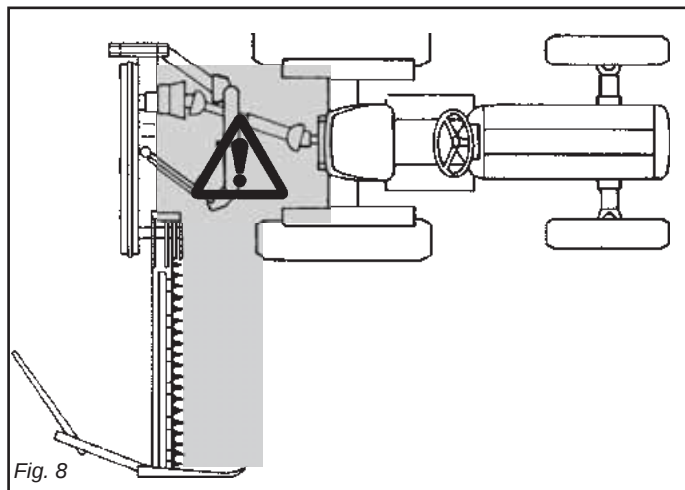

Fig. 8
- 29) Este absolut interzisă interpunerea între tractor și utilaj (Fig. 8) cu motorul pornit și cardanul introdus, fără a fi trasă frâna de mână și fără a introduce sub roți un cep sau o roată de blocaj.
- 33) Pentru a executa operația de ridicare din exterior, este absolut interzisă punerea între tractor și atașare (Fig. 8).